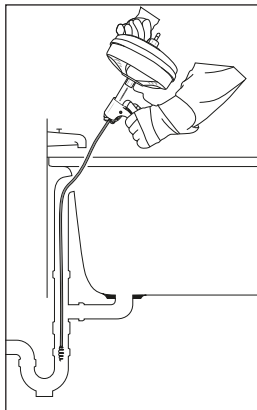

Fig. 2
- În cazul căzilor de baie nu intrați niciodată cu spirala 8 prin scurgere. Astfel, spirala 8 va fi deteriorată. În loc de aceasta utilizați întotdeauna preaplinul (a se vedea fig. 2).